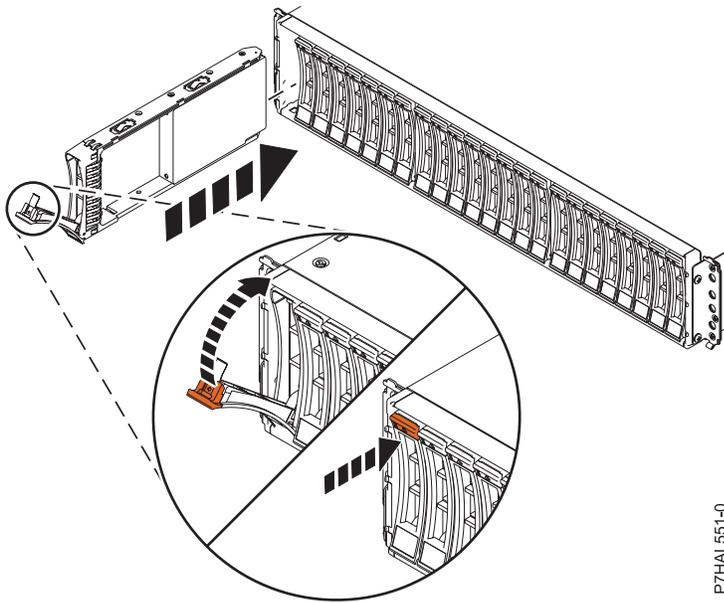

Figura 4. Instalación de la unidad de disco en Alojamiento de unidad de disco 5887
1. Con el asa en la posición de desbloqueo, como se muestra en Figura 4 en la página 11, sostenga la unidad por la parte inferior mientras la alinea con los rieles de guía de la unidad de expansión.